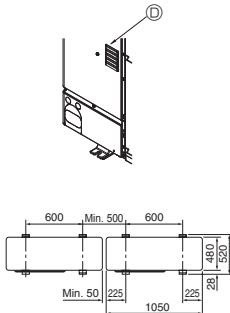

Fig. 3-1
- Se til at du installerer enheten på en solid, jevn overflate for å forhindre klapprelser under drift. (Fig. 3-1)